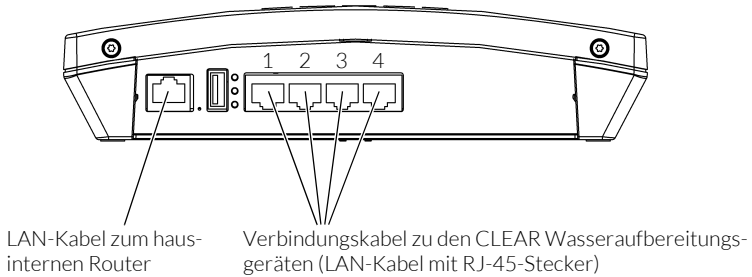

Abb. 1: Anschlussbereich (Ansicht von unten)
- / Anschluss des Geräteverbindungskabels vom ersten CLEAR Wasseraufbereitungsgerät zur CLEAR BOX an Buchse 1 (siehe Abb. 1).
- / Anschluss der Geräteverbindungskabel aller weiteren CLEAR Wasseraufbereitungsgeräte an die Buchsen 2 - 4 (siehe Abb. 1). Die Reihenfolge ist beliebig.
- / Anschluss des LAN-Kabels von der CLEAR BOX zum hausinternen Router (siehe Abb. 1).